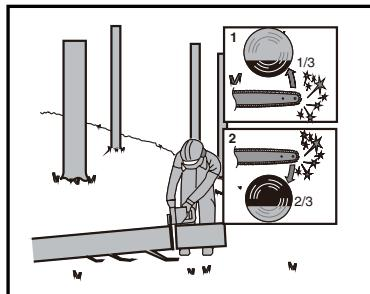

Abbildung 4
Wenn der Baumstamm gemäß Abbildung 4 an einem Ende abgestützt ist, schneiden Sie ein Drittel des Stammdurchmessers von unten ein (Rückhandschritt (1)). Führen Sie anschließend den endgültigen Schnitt im Vorhandschnitt durch (2), um auf den ersten zu treffen.